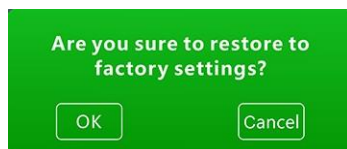

Figura 10
Ingrese a la interfaz de configuración y haga clic en el botón táctil de restauración de la configuración de fábrica para ingresar a la interfaz de restauración de la configuración de fábrica para su confirmación. En la interfaz conforme, haga clic en Aceptar, aparecerá la interfaz que se muestra en la Figura 10. Seleccione "Aceptar" para restaurar los parámetros de configuración de fábrica originales o seleccione "Cancelar" para dejar de restaurar la configuración de fábrica.
5.7.3 En la configuración de la interfaz, toque la tecla “10” Restablecer configuración de fábrica, haga clic en Aceptar para ingresar a la interfaz que se muestra en la Figura 10, y decida si desea restaurar la configuración de fábrica haciendo clic en la tecla “Aceptar” o “Cancelar”.